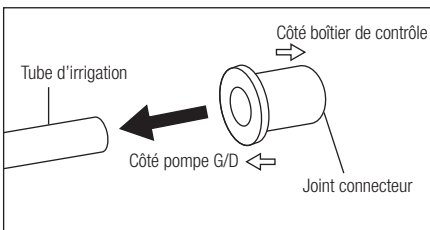

Fig.35
- 6) Montez le joint du connecteur sur la nouvelle pompe d'irrigation. Faites attention à la direction du joint (Fig. 35).